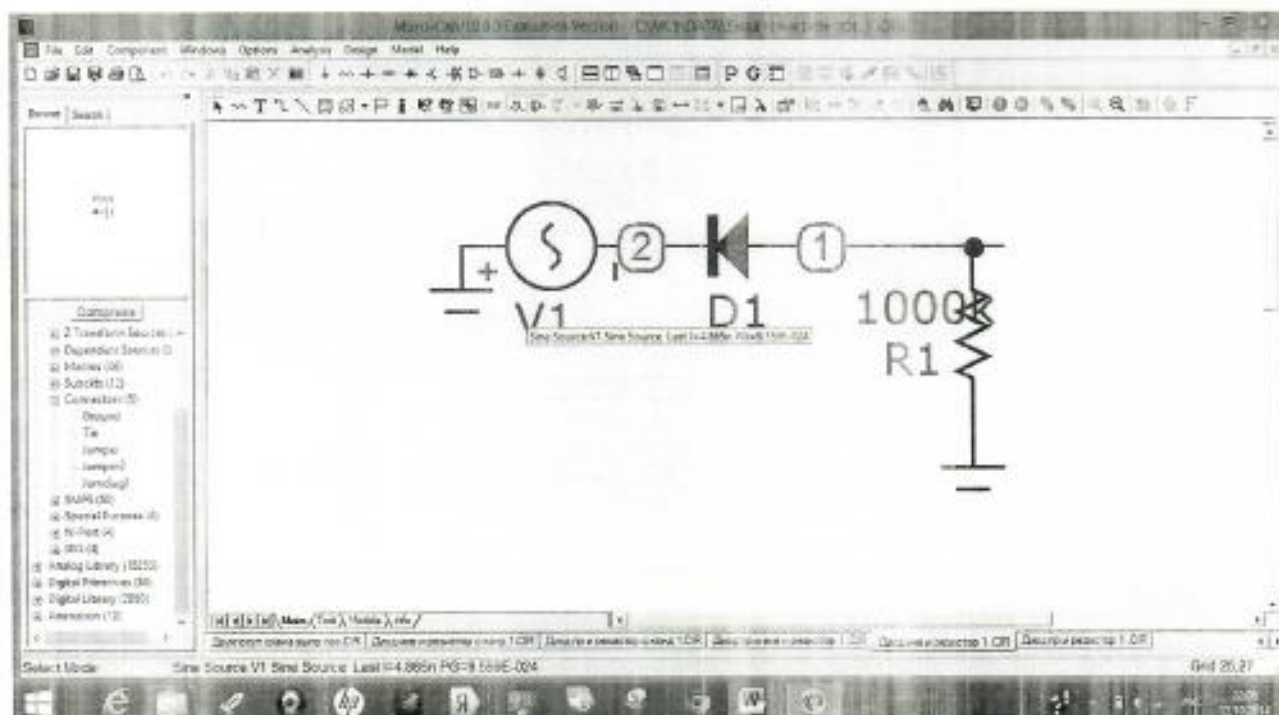

Рис. 7.7. Схема выделения отрицательной полуволны
7. Поместить в рабочее поле экрана из папки DATA схему выделения отрицательной полуволны **ДИОД ИНВ И РЕЗИСТОР 1** (рис.7.7). Вывести на печать.